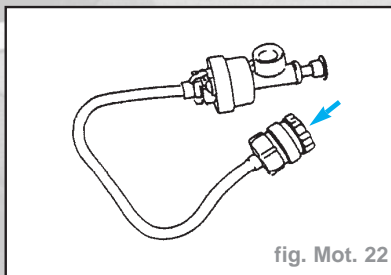

fig. Mot. 22
- Vérifier le joint du bouchon du réservoir de dégazage, puis monter un adaptateur de manomètre de contrôle approprié sur le bouchon (Fig. Mot. 22).